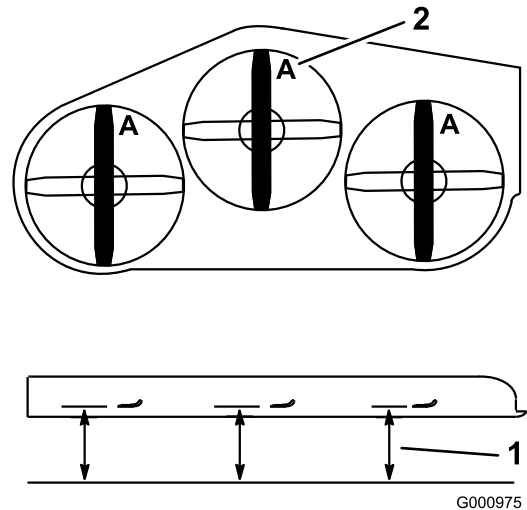

Figura 80
3. Girate le lame fino a disporle in parallelo con la lunghezza della macchina (Figura 80). Misurate da un piano orizzontale fino al tagliente delle lame, posizione A, (Figura 80). Prendete nota di questa misura.